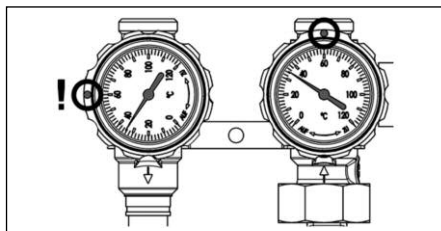

Fig. 6.19 Position des robinets à tournant sphérique pendant la purge du circulateur
1. Positionner les robinets à tournant sphérique de la station solaire comme indiqué sur la fig. 6.19 (position angulaire de la manette du thermomètre sur l'aller: 90°, sur le retour: 0°).